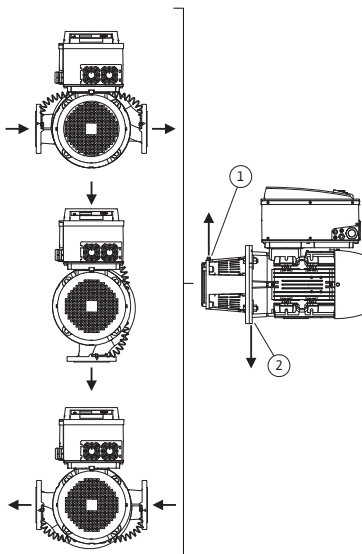
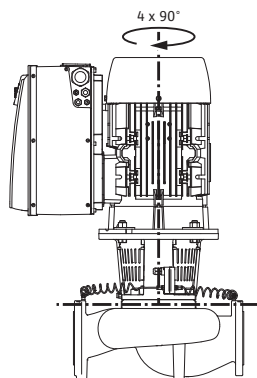

Fig. 18: Leistinos montavimo padėtys su horizontaliu variklio velenu
Fig. 19: Leistinos montavimo padėtys su vertikaliu variklio vėliu
Leistinos montavimo padėtys su horizontaliu variklio velenu ir į viršų nukreiptu elektronikos modulių (0°) parodytos Fig. 18. Nepavaizduotos leistinos montavimo padėtys su iš šono montuojamu elektronikos modulių ($\pm 90^\circ$). Galima bet kuri kita montavimo padėtis, išskyrus „elektronikos modulis žemyn“ (-180°). Oro pašalinimas iš siurblio užtikrinamas tik tuo atveju, jei oro šalinimo vožtuvas nukreiptas į viršų (Fig. 18, poz. 1). Tik šioje padėtyje (0°) susidarantis kondensatas gali nutekėti per tam skirtas kiaurymes, siurblio karkasą bei variklį (Fig. 18, poz. 2). Šiuo tikslu pašalinkite kamštį nuo variklio flanšo.
Leistinos montavimo padėtys su vertikaliu variklio vėliu parodytos Fig. 19. Leidžiama montuoti bet kioje padėtyje, išskyrus padėtį „variklis apačioje“.
- Jei variklio velenas horizontalus, karkase esantis oro šalinimo vožtuvas (Fig. 6, poz. 1.31) visada turi būti nukreiptas į viršų (Fig. 6a: ir Fig. 6b:). Jei variklio velenas vertikalus, galima bet kokia padėtis. Taip pat žiūrėkite Fig. 18: „Leistinos montavimo padėties su horizontaliu variklio vėliu“ 24 p. arba Fig. 19: „Leistinos montavimo padėties su vertikaliu variklio vėliu“ 25 p.
- Kondensato anga varikliams su horizontaliuoju velenu turi būti apačioje (Fig. 18, poz. 2). Jei reikia, variklį reikia atitinkamai pasukti.